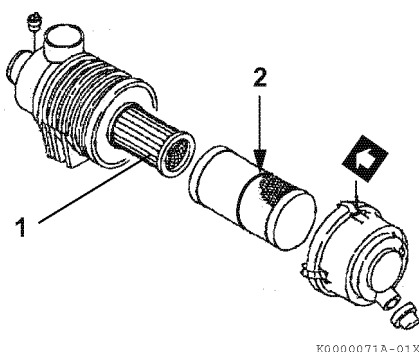

Рисунок 14
4. Если воздушный фильтр оснащен двумя элементами, извлекайте и заменяйте внутренний элемент (**Рисунок 14, (1)**), только если двигателю не хватает мощности или включается индикатор пыли (при наличии).
*Примечание: если в наружном элементе присутствует красная линия (**Рисунок 14, (2)**), вставьте элемент до положения перекрытия красной линии и торцевой поверхности корпуса воздушного фильтра.*
Если воздушный фильтр оснащен двумя элементами, извлекайте и заменяйте внутренний элемент (**Рисунок 14, (1)**), только если двигателю не хватает мощности или включается индикатор пыли (при наличии). Это выполняется в дополнение к замене внешнего элемента.